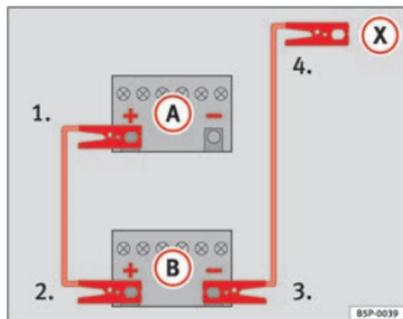

Fig. 230 Esquema de conexión de los cables de emergencia
En la ⇒ fig. 230 (A) representa a la batería sin carga y (B) a la batería con carga.
1. Emborne un extremo del cable de emergencia rojo al polo positivo ⇒ página 298, fig. 230 (+) del vehículo con la batería descargada ⇒ ⚠.
4. Emborne el otro extremo del cable negro de emergencia (X) a una pieza de metal maciza unida al bloque motor o al mismo bloque motor del vehículo con la batería descargada, lo más alejado posible de la batería ⇒ ⚠.